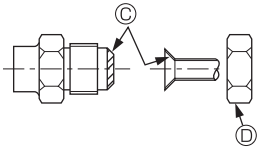

Fig. 4-3
A) (Fig. 4-3)
4.3. Tubos de conexión (Fig. 4-2) (Fig. 4-3)
[Fig. 4-3]